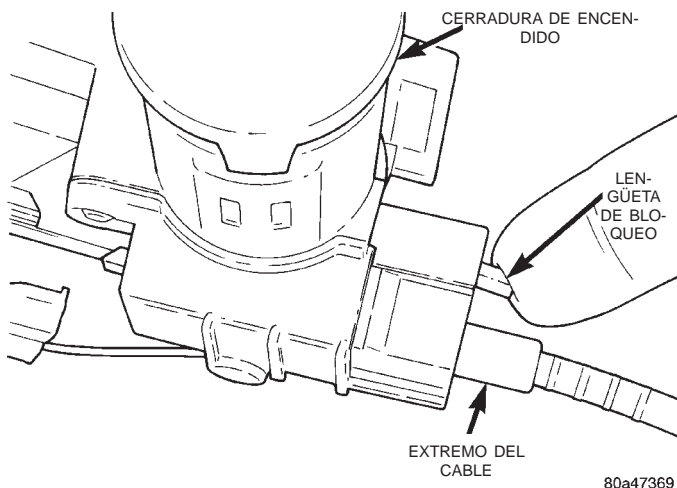
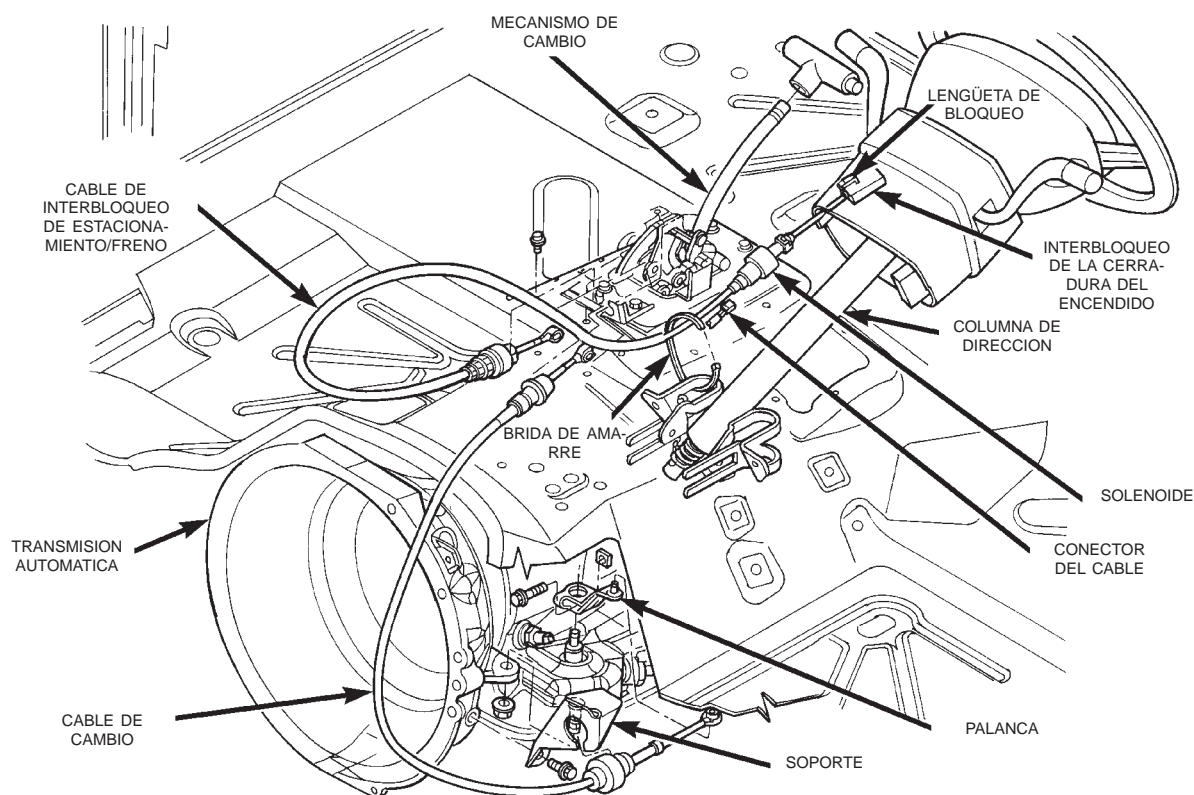

Fig. 45 Cable de interbloqueo de frenos/estacionamiento
Fig. 46 Cable y cambiador
(1) Retire la tapa inferior de la columna de dirección. Para informarse sobre el procedimiento correcto, consulte el grupo 8E, Tablero de instrumentos e indicadores.
(2) Retire la cubierta inferior de la columna de dirección. Para informarse sobre el procedimiento correcto, consulte el grupo 19, Dirección.
(3) Retire la brida de amarre cercana al solenoide que sujeta el cable de interbloqueo de la transmisión de freno a la columna de dirección.
(4) Desenganche el conector del cable del solenoide.
(5) Con la llave de encendido retirada o en la posición de desbloqueo, desenganche la lengüeta de bloqueo que sujeta el extremo del cable en la columna de dirección (Fig. 45).
(6) Tire del extremo del cable para extraerlo de la columna de dirección.
(7) Retire la consola de suelo y el tapizado relacionado. Para informarse sobre el procedimiento correcto, consulte el grupo 23, Carrocería.
(8) Desconecte el ojal del cable de la palanca acodada (Fig. 46).
(1) Guíe el cable de recambio por detrás del tablero de instrumentos y por debajo del área de la consola instalada en el suelo hasta el mecanismo de cambios (Fig. 46).
(2) Inserte el extremo del cable en la abertura de la maza de la columna de dirección debajo de la cerradura de encendido. Empuje el cable hacia adentro hasta que se enganche la lengüeta de bloqueo.
(3) Conecte el ojal del extremo del cable en el pasador de la palanca acodada del cambiador.
(4) Coloque el selector de cambios en la posición PARK.
(5) Empuje el ajustador de muelle del cable hacia adelante y enganche el cable a presión en el soporte.
(6) Ajuste el cable de interbloqueo del cambiador de la transmisión. Para informarse sobre los procedimientos correctos, consulte el apartado Ajuste en esta sección.
(7) Verifique que la abrazadadera de fijación del ajustador del cable sea empujada hacia abajo en la posición de bloqueo.
(8) Pruebe el funcionamiento del cable del seguro de estacionamiento.
(9) Instale la consola del suelo y el tapizado relacionado.
(10) Instale la brida de amarre para sostener el cable a la base de la columna de dirección.
(11) Instale la cubierta inferior de la columna de dirección y la cerradura de encendido.